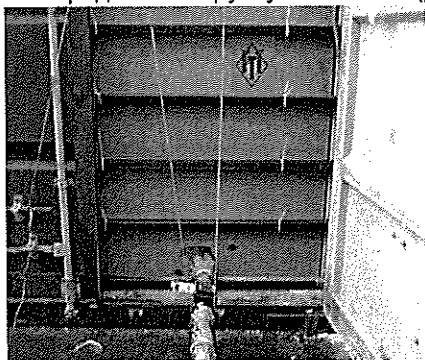

Рисунок 6 - Пример крепления загрузочного рукава.
3.11. Присоединить зажимной разъем загрузочной горловины к клапану и зафиксировать. Во избежание нагрузки на клапан и его провисание, ведущее к повреждению флекситанка, убедиться, что заливочная горловина закреплена соответствующим образом. Загрузочный рукав рекомендуется закрепить так, чтобы он не передавал нагрузку на клапан (рис. 6).